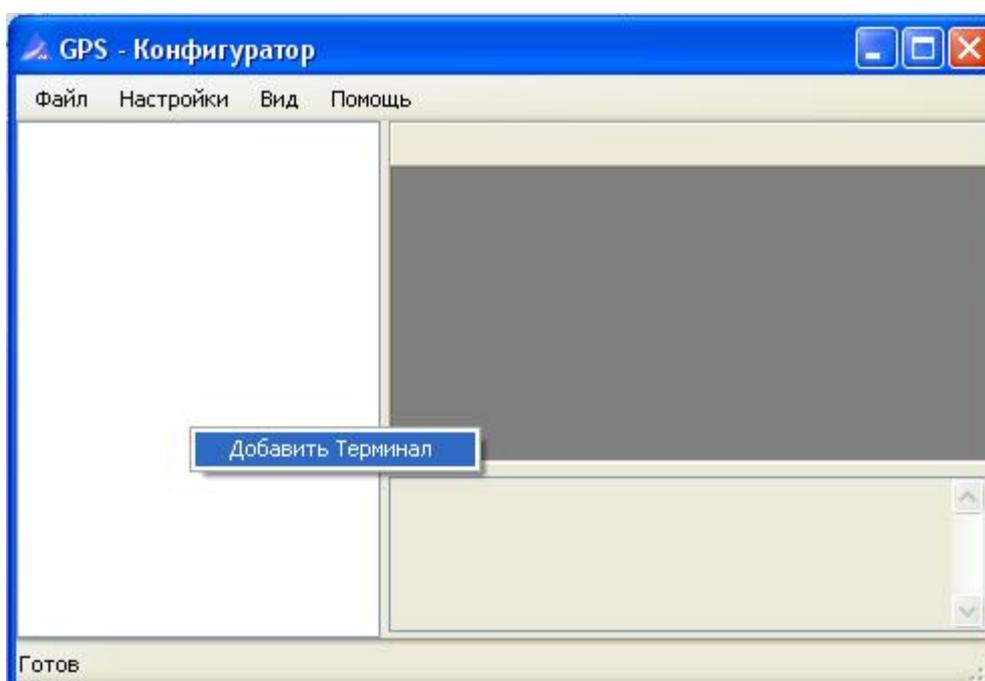

Рис. 6 – Основное окно программы *GPS-Конфигуратор*
- Щелкните правой кнопкой мыши по полю объектов (см. рис. 6).